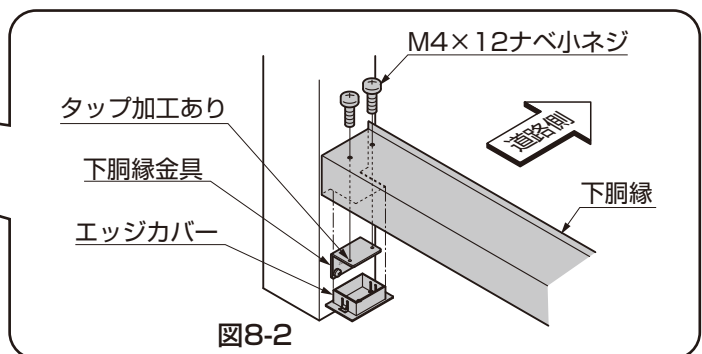

図8-2
- 下胴縁金具は、タップ加工がある穴を天面にして取付けてください。(図8-2参照)